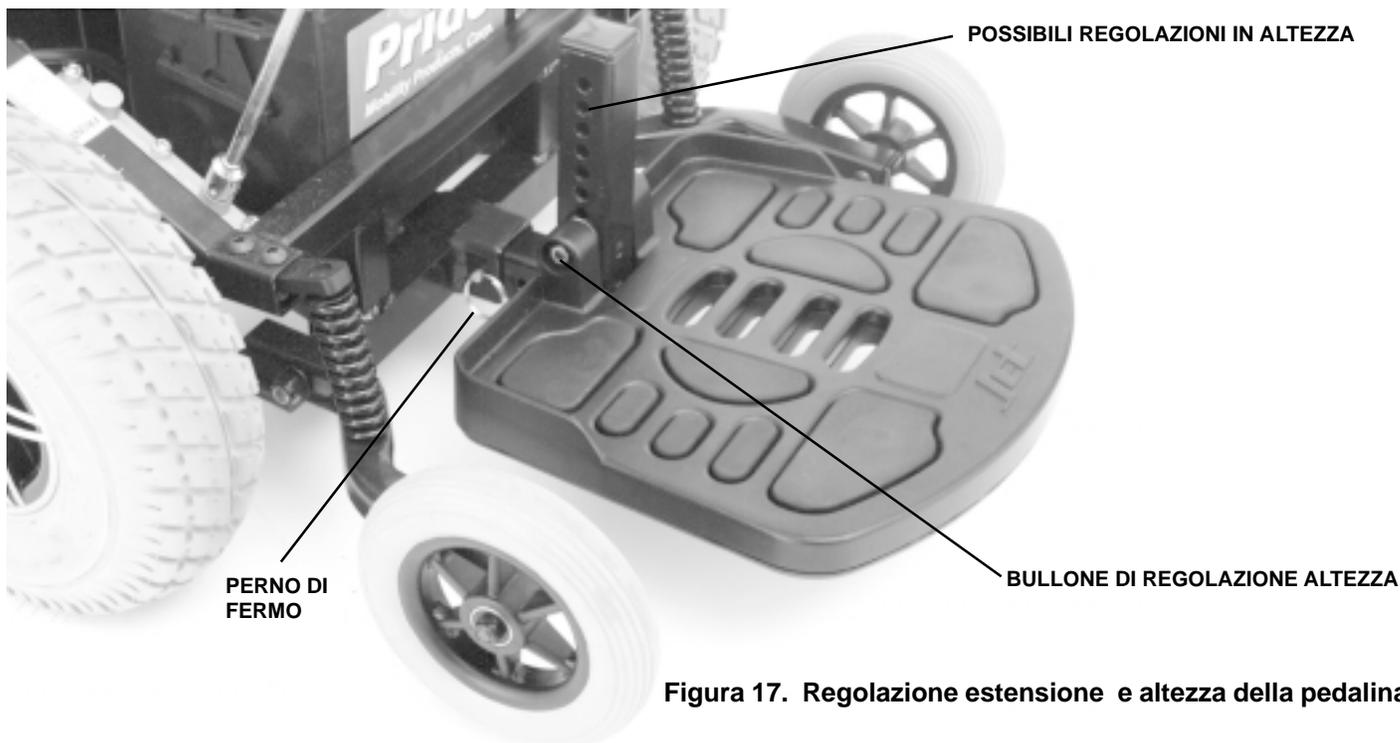

Figura 17. Regolazione estensione e altezza della pedalina
È possibile regolare l'altezza della pedalina in una delle sei posizioni predefinite. Si veda figura 17.
2. Sollevare o abbassare la pedalina all'altezza desiderata. Si veda figura 17.
La Jet 3 utilizza un fermo a perno per fissare la pedalina al gruppo motore. Si veda figura 17.